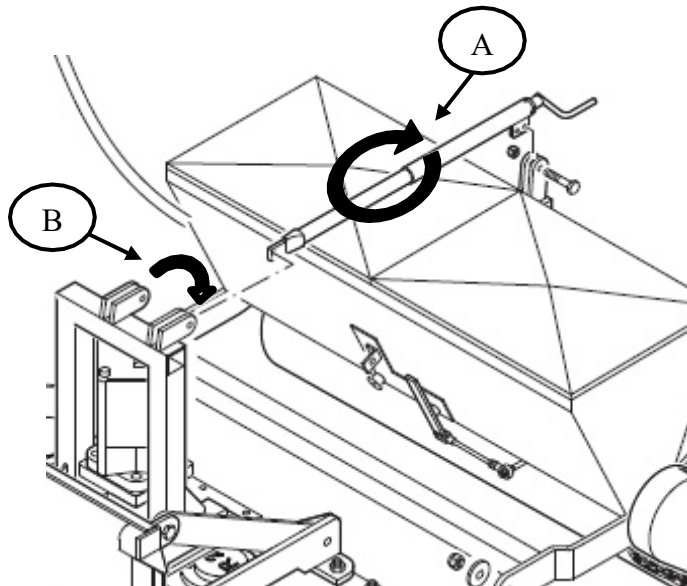

Bild 11
- 2- Montera såmaskinen i stället för rullen med samma fästpunkter (Bild 10a – Bild 11). Dra åt bultarna så att såmaskinsfästet och skruvjusteraren kan glida längs fästpunkterna (dra åt bultarna och lossa dem $\frac{1}{4}$ varv); för detta förfarande rekommenderar vi att man använder en manuellt justerbar nyckel.